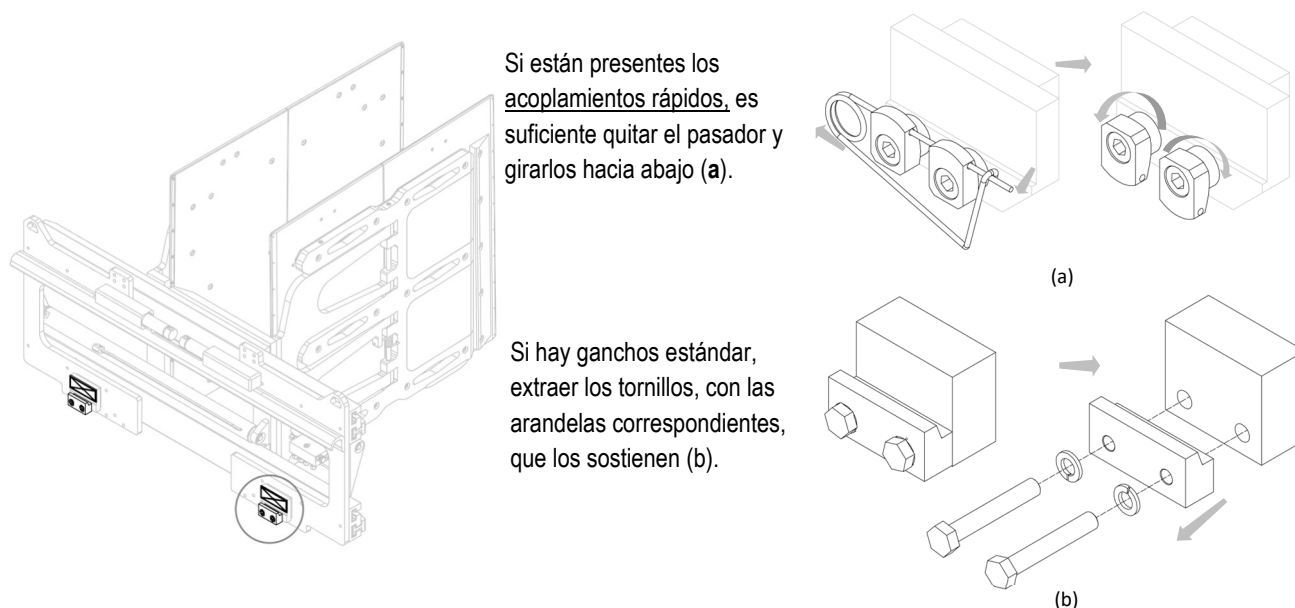

Figura 6
5. Extraer los ganchos inferiores del equipo y engrasar las guías de deslizamiento (ver *Figura 6*).